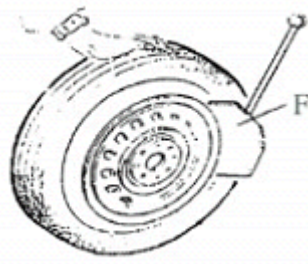

Рис. 5
Убедитесь что весь воздух стравлен из шины. Поместите шину у резинового упора (S). Переместите лапу (F) на расстояние 10 см от обода (рис. 5) Отожмите педаль (U) чтобы завести лопатку в шину. Повторите эти операции по периметру шины с обеих сторон, пока борт не будет высвобожден полностью.